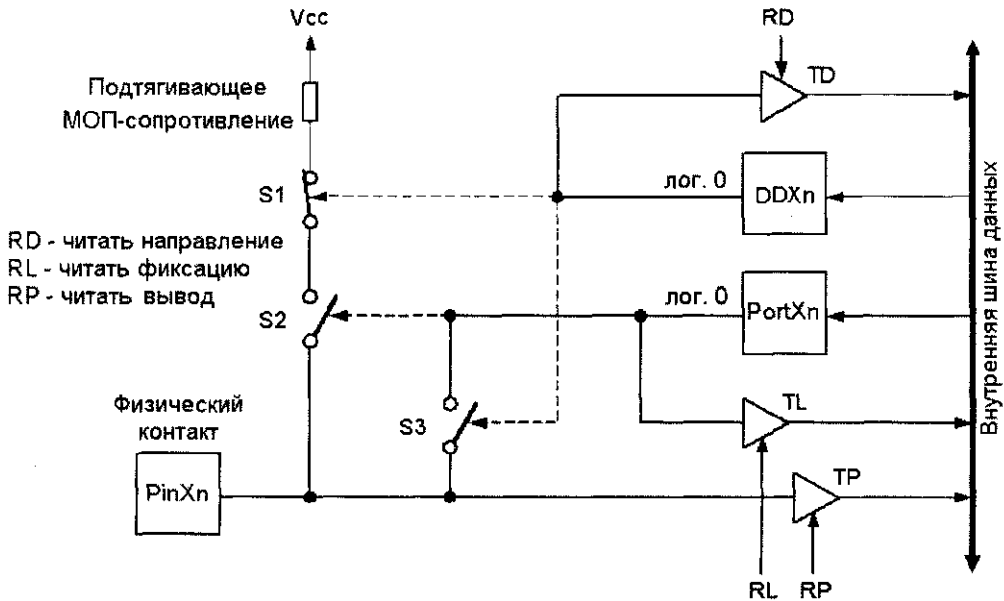

Рис. 10.1. Принципиальная схема вывода порта
Все порты ввода/вывода микроконтроллеров базовой серии семейства AVR являются 8-разрядными и двунаправленными. Исключение составляет только 7-разрядный порт D моделей AT90S1200 и AT90S2313. Здесь пришлось пренебречь разрядом PD7, поскольку в распоряжении есть только 20 точек подсоединения к корпусу. Каждый вывод порта может быть индивидуально сконфигурирован как вход или выход, причем в случае функционирования в качестве входа к нему может быть по выбору подключено подтягивающее сопротивление (рис. 10.1).
На рис. 10.1 показана схема, по которой построены порты микроконтроллеров семейства AVR. Буква “X” в обозначении вывода регистра порта и регистра направления передачи данных используется вместо обозначения порта, то есть, вме-
Положения ключей S1–S3, показанные на рис. 10.1, соответствуют сигналам низкого уровня на выходах регистров DDXn и PortXn.
1. Регистр направления передачи данных (DDX на рис. 10.1) определяет назначение вывода порта: вход или выход.
2. В регистр порта PortX (см. рис. 10.1) в том случае, если вывод выполняет роль выхода, записывается значение, подлежащее выводу. В том случае, когда вывод выполняет роль входа, ключ S2 замкнут, и подтягивающее сопротивление может быть подключено к входному контакту.
Выход вентиля “НЕ-И” N1, выполняющего функцию ключей S1 и S2, показанных на рис. 10.1, только тогда переходит в состояние лог. 0, когда в соответствии с табл. 10.2 триггер PortD0 содержит высокий уровень, а триггер DDD0 — низкий уровень. Низкий уровень на выходе N1 включает подтягивающее МОП-сопротивление — МОП-транзистор с высоким каналным сопротивлением (приблизительно 35–150 кОм) во включенном состоянии.
Здесь речь идет не о регистре, а о прямом доступе по некоторому адресу через выводы порта A. При считывании порта A получают содержимое внутреннего регистра PortA, а при считывании информации с выводов PINA получают логический уровень, который в настоящий момент присутствует на выводах порта A (см. рис. 10.1).
Здесь речь идет не о регистре, а о прямом доступе по некоторому адресу через выводы порта В. При считывании порта В получают содержимое внутреннего регистра PortB, а при считывании информации с выводов PINB получают логический уровень, который в настоящий момент присутствует на выводах порта В (см. рис. 10.1).
Здесь речь идет не о регистре, а о прямом доступе по некоторому адресу через выводы порта C. При считывании порта C получают содержимое внутреннего регистра PortC, а при считывании информации с выводов PINC получают логический уровень, который в настоящий момент присутствует на выводах порта C (см. рис. 10.1).